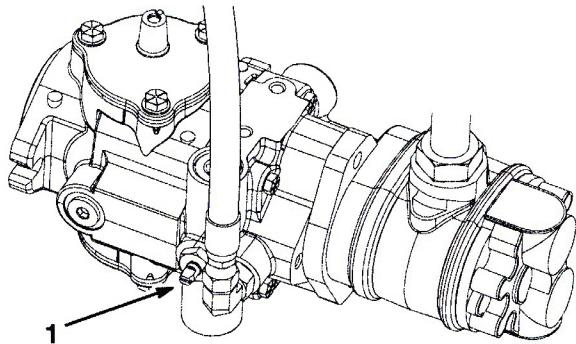

図31
1. 油圧ポンプについているバイパスバルブ（図31）の溝が「縦」になるようにバルブを回転させる。
2. エンジンを始動する時には、必ずバイパスバルブ（図31）を閉じてください（溝が横向きになる）。バルブを開けたままでエンジンを掛けないで下さい。